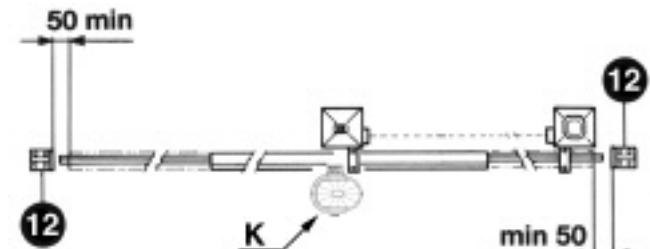

Fig. 2
- Ausser der elektrischen und mechanischen Endschalter, die mit der Steuerung verbunden werden ist es ratsam einen festen Endanschlagpunkt am Boden zu befestigen. Der im gegebenen Fall einer Fehlfunktion der Elektronik den Antrieb mit seinen kinetischen und statischen Grössen zum halten bringt (12) (Bild 2).
Es ist notwendig, am Ende der Führung zwei mechanische Stopvorrichtungen zu befestigen (12) (Abb. 2).